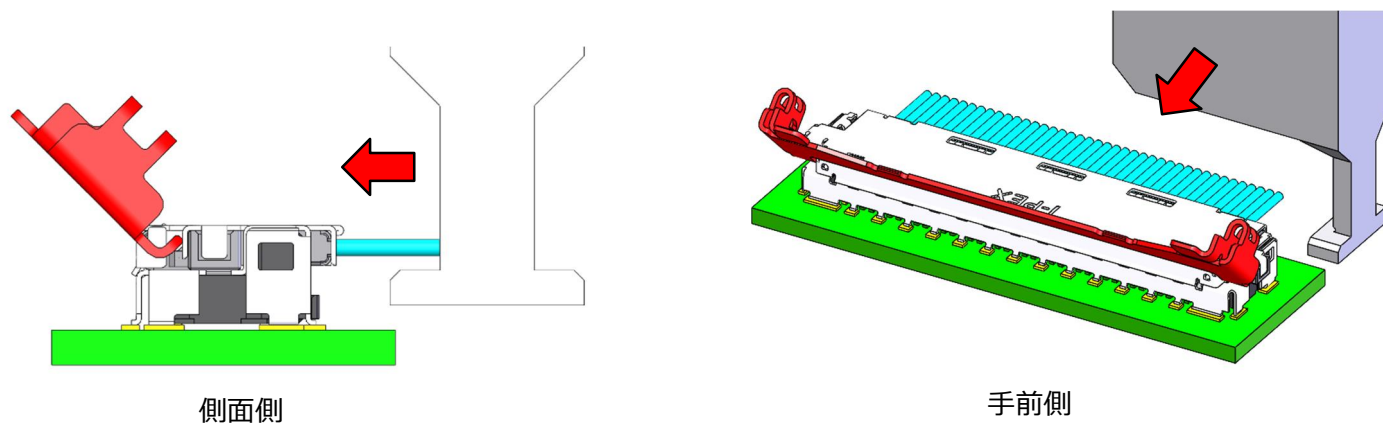

Fig.20
- ③ 治具を基板と平行にスライドさせてコネクタへセットします。(Fig.20)